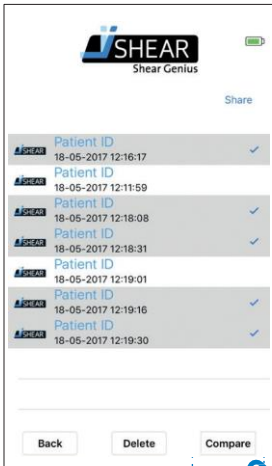

Figure 36 – 比較するファイルを選択
3. 比較したいファイルを選択します。(Figure 36参照) 最大5つまでファイルを選択可能です
4. 'Compare'を押す(Figure 36参照).